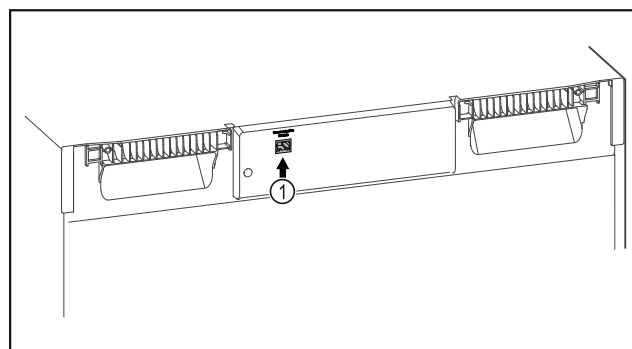

Fig. 76
- SmartModule Fig. 76 (1) ist eingesetzt.